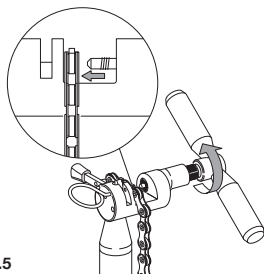

Fig.5
- vissez l'outil jusqu'à ce que le rivet sorte complètement du perçage du maillon (**Fig. 5**).